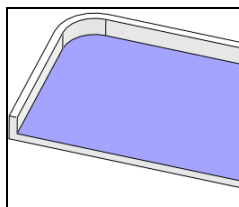
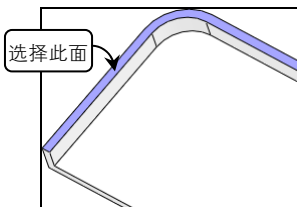

图 6-21 选择放置平面
图 6-22 选择弹簧扣竖直方向
- 03 在绘图区选择如图 6-21 所示的平面作为放置面，再选择如图 6-22 所示的平面定义弹簧扣的竖直方向。